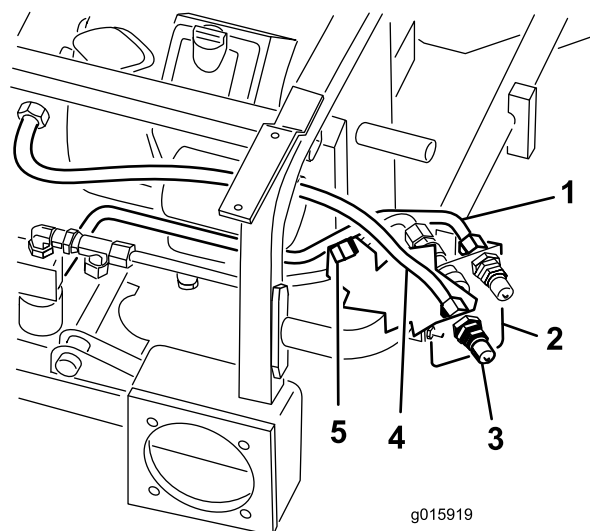

Figura 16
8. Conecte provisionalmente el tubo hidráulico N° 5 (manguera) al acoplamiento macho inferior (Figura 16).